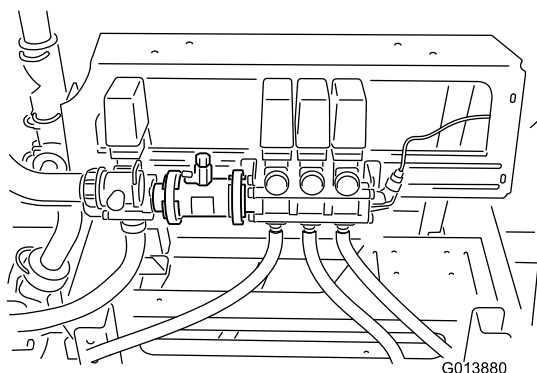

図 7
- F. boomバルブ・アセンブリを、注意深く元の位置に戻す（フローメータのボディと面一）（図 7）。